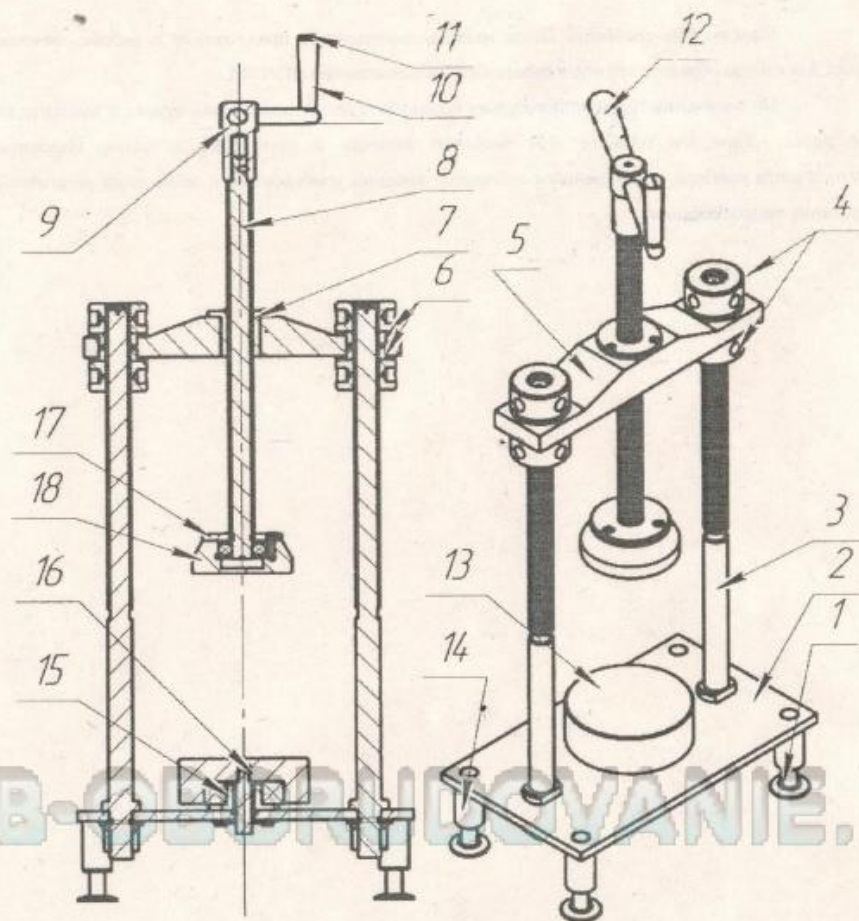

Рисунок 1 — Винтовой пресс ВИ-10М для отбора образцов грунта для лабораторных испытаний
4.1. Винтовой пресс ВП-10М (рисунок 1) состоит из следующих основных компонентов: основание (поз.2), винт направляющий (поз.3), винт ходовой (поз.8), опорная площадка (поз.13), пята ходового винта (поз.18).